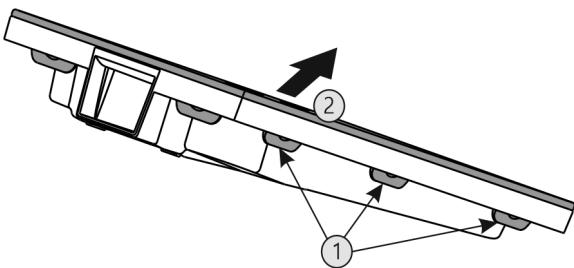

Fig. 61
- ▶ Alle lippen Fig. 61 (1) achtereenvolgens indrukken en de afdekking Fig. 61 (2) verwijderen.